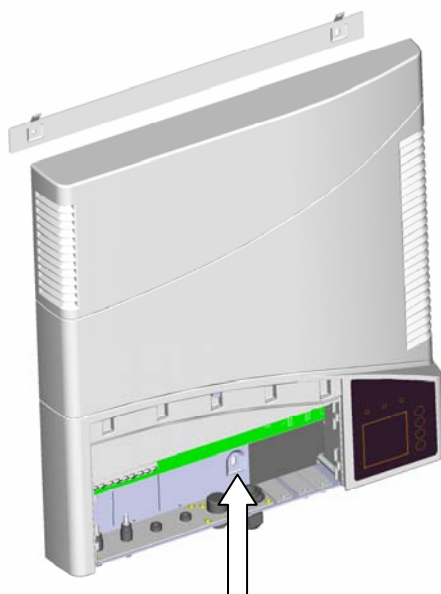

Fig. 7 - Terzo punto di foratura
- 3) Appendere AURORA al supporto e segnare il terzo punto di foratura in corrispondenza del foro di bloccaggio inferiore. Rimuovere AURORA, praticare il terzo foro, inserire il tassello, riappendere AURORA al supporto e bloccarlo alla parete con la terza vite (vedi Fig. 7)